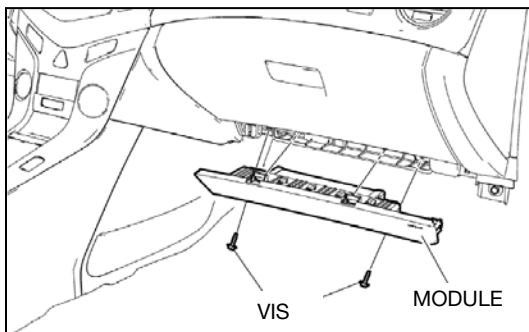

Fig. 8
2. Retirez le module et les vis de fixation du panneau de retenue du coussin gonflable inférieur du tableau de bord (voir Fig. 8).